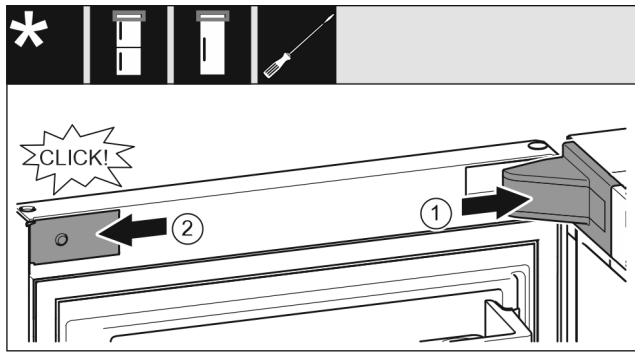

Fig. 26
- ▶ Встановіть та зафіксуйте кришку опорного кронштейна Fig. 26 (1), у разі необхідності – обережно розтисніть.
- ▶ Встановіть збоку і зафіксуйте накладку Fig. 26 (2).